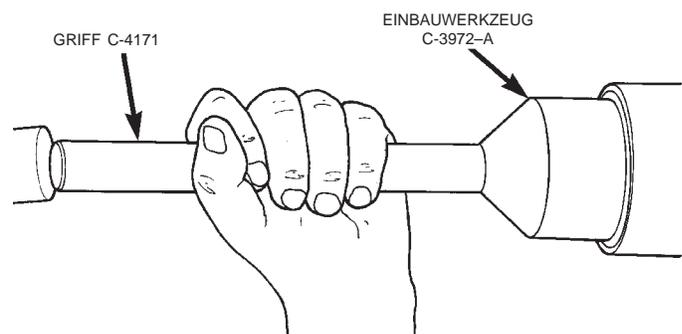

Abb. 35 Wellendichtring einbauen
(4) Äußeres Lager und Ölabstreifring (je nach Ausstattung) einbauen.
(5) Die Lippe des Wellendichtrings mit Getriebeöl einölen. Den Wellendichtring mit Werkzeug C-3972-A und Griff C-4171 auf der Welle montieren (Abb. 35).